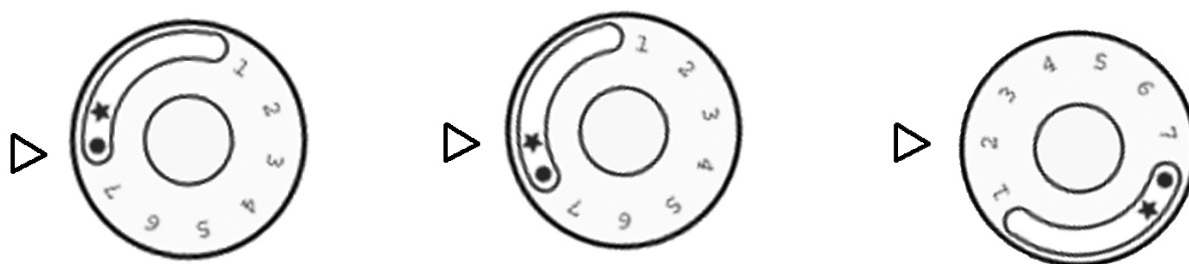

Рисунок 4
4. Котёл оснащён автоматикой EVROSIT 630. Изначально ручка управления находится в положение "точка" (рисунок 4). Растопочная и основная горелки погашены (подача газа к ним заблокирована).
- для розжига основной горелки ручка, вращением против часовой стрелки, переводится в положение от «1» до «7» в зависимости от необходимой температуры нагрева воды в контуре отопления (рисунок 4). Максимальная температура нагрева воды в контуре отопления (900С) - соответствует положению «7» на ручке управления. При первом розжиге управляющие элементы котла устанавливаются так, чтобы была достигнута максимальная температура отопительной воды в системе для прогрева дымохода и водяного контура отопления. Прогрев осуществляется не менее часа.
6. Выключение аппарата производится путем поворота ручки в положении "точка" (рисунок 4). При этом растопочная и основная горелка погаснут. При отключении аппарата необходимо перекрыть подачу газа. Если не угрожает замерзание аппарата, можно оставить в нем воду, в противном случае необходимо слить воду из аппарата и системы.